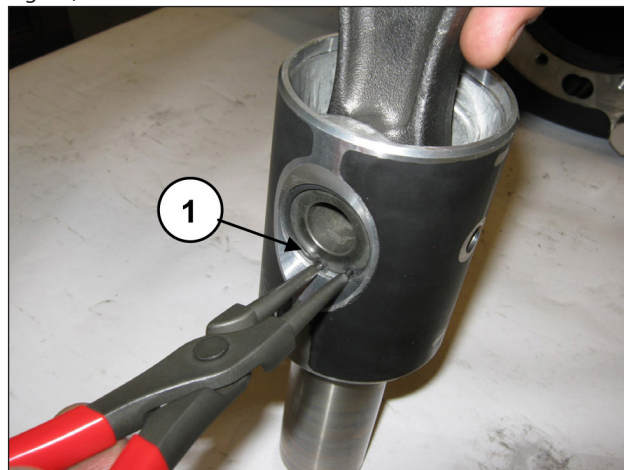

Fig. 37
Rimuovere i due anelli seeger di bloccaggio spinotto (pos. ①, Fig. 37).
Inserire la biella nel guida pistone (pos. ①, Fig. 39) e successivamente inserire lo spinotto (pos. ①, Fig. 38). Applicare i due seeger di spallamento (pos. ①, Fig. 37).